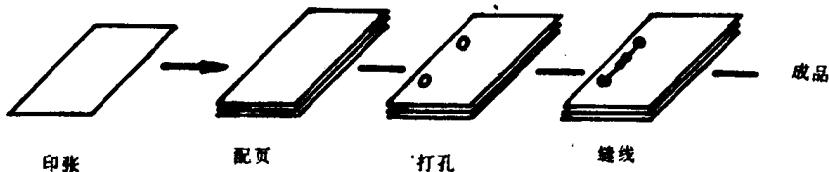

图 1-8 线装工艺流程图
1. 线订：在轻型装订工艺中，线订主要用于财务帐本、表册、单据等的装订。其工艺流程为：印张→配页→打孔→缝线→成品（如图1-8所示）。相应设备：打孔穿线机。配页可由手工完成。